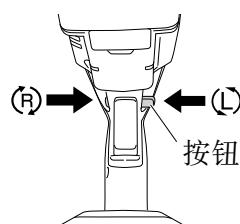

图 11
6. 检查钻头的旋转方向 (请参照图 11)
(请参照图 11)。